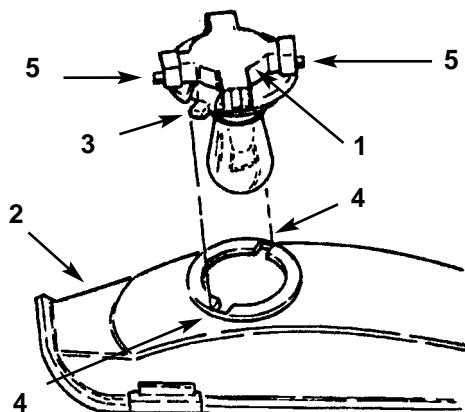

Fig. 34
3. Girate il portalampada di $\frac{1}{4}$ di giro in senso antiorario, e toglietelo dal riflettore (Fig. 34).
4. Spingete la lampada e fatela girare in senso antiorario fin quando si ferma (circa $\frac{1}{4}$ di giro), quindi toglietela dal portalampada (Fig. 34).
2. Il portalampada è provvisto di due guide (Fig. 34). Allineate le alette con le guide nel riflettore, inserite il portalampada nel riflettore e giratelo di $\frac{1}{4}$ di giro in senso orario, fin quando non si ferma.